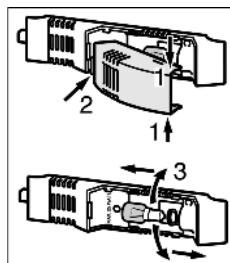

Fig. 31
- Возьмитесь за крышку лампы сверху и снизу Fig. 31 (1).
- Выведите крышку лампы сзади из зацепления и снимите Fig. 31 (2).
- Замените лампу накаливания Fig. 31 (3).